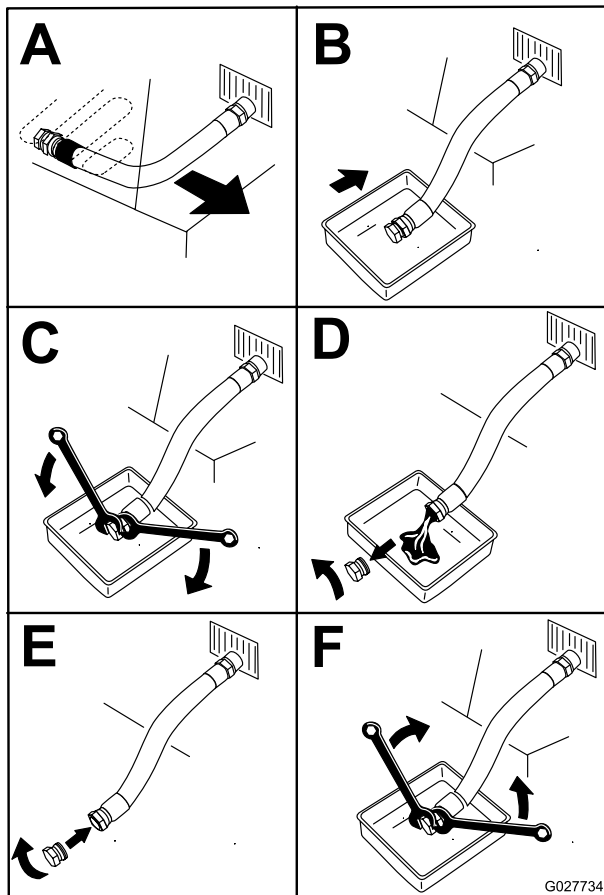

Figure 47
4. Avant de quitter la position d'utilisation, coupez le moteur, retirez la clé de contact et attendez l'arrêt complet de toutes les pièces mobiles (Figure 47).